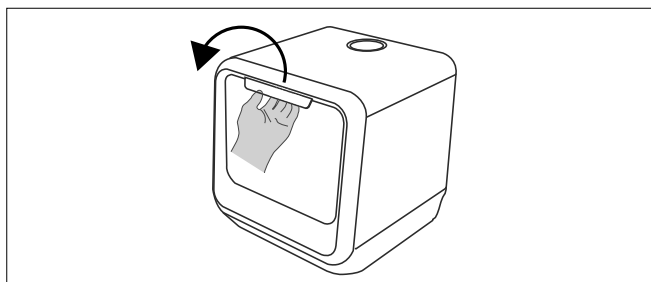

Fig. 12 – Apertura de la puerta
- ▶ Tire del asidero de la puerta (1) para abrirla. Abra completamente la puerta (véase **Fig. 12**).